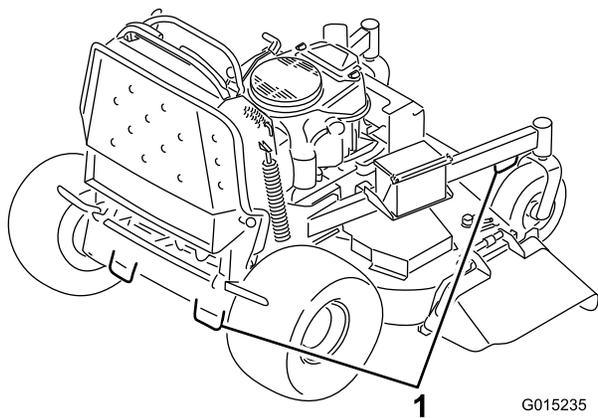

図 26
6. マシンにはロープ固定用のアイがついているので、チェーンやロープなどを使ってトラックやトレーラに機体をしっかりと固定する(図26)